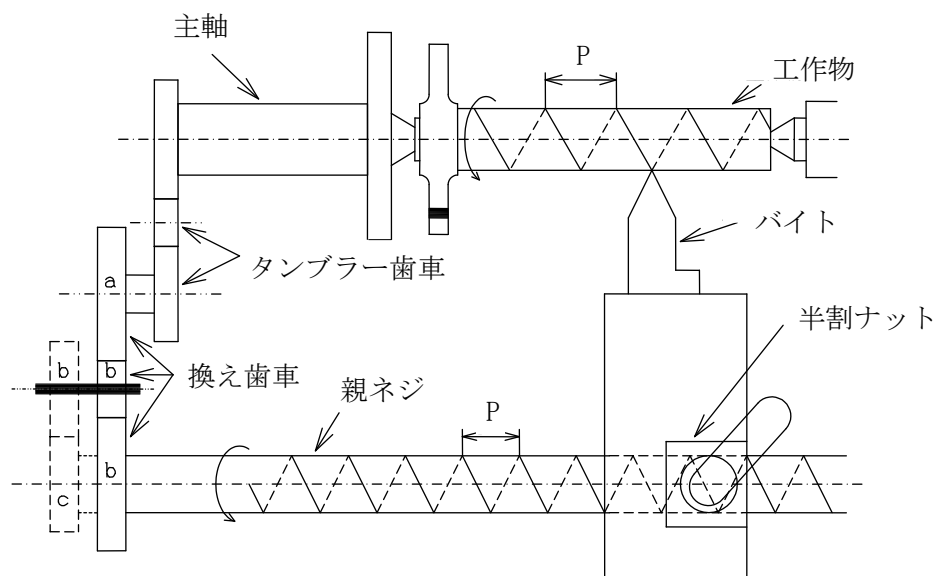

図 7・2 ネジ切りにおける歯車のかみ合図
ネジ切りを行うには工作物と工具との相対位置を所定の状態に保つ必要がある。このため、図 7・2 に示すように、工作物と親ネジの回転数の比を一定にし、親ネジにより工具を送る。メートルネジ¹⁾を加工する場合のネジ切り送り量を表 7・3 に示す。例えば、ピッチ²⁾ 1.5mm のネジを切る場合には、表 7・3 から主軸歯車を 27 枚歯、中間歯車 111 枚・93 枚歯、親ネジ歯車 57 枚歯にする。次に、ネジ切りおよび送り変速レバー (図 7・1 の⑤) をネジ切りにし、送り速度変換ノブ⑥を「B」の位置に、⑦を「5」の位置にする。